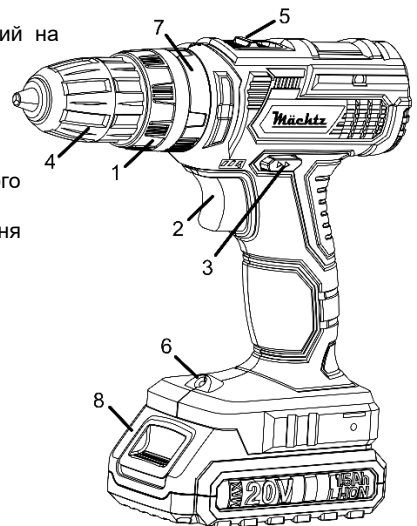

Рисунок 1
4.6.1 Для режиму закручування (виручування) кільце вибору режимів (7, рисунок 1) встановіть на значок «гвинт» та виберіть значення крутного моменту, сумістивши обране число на кільці регулятора крутного моменту (1, рисунок 1) зі стрілкою на корпусі.
4.6.2 При виконанні технологічної операції «свердління» кільце вибору режимів (7, рисунок 1) переведіть у положення зі значком «свердло».
4.6.3 При виконанні робіт по бурінню пористого бетону кільце вибору режимів (7, рисунок 1) переведіть у положення зі значком «молоток».